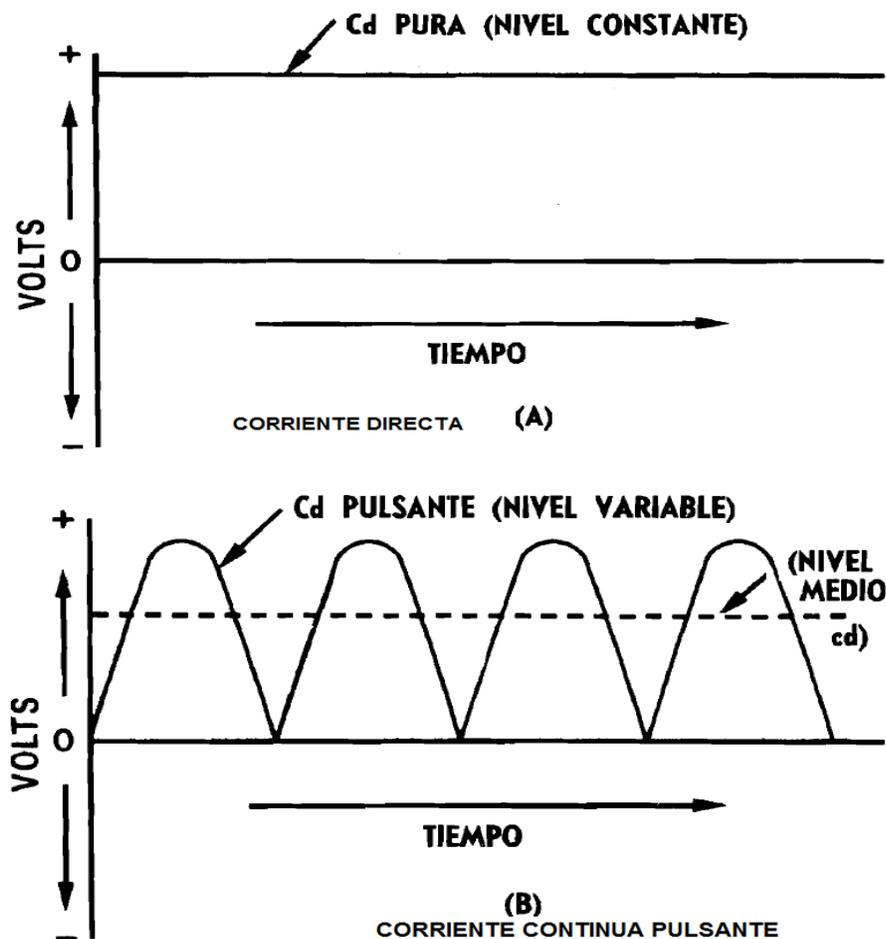

Fig. 24-1
Se puede representar gráficamente. Una CD pura y una CD pulsante. Observe la Fig. 241 (A). En ella se muestra la forma de onda de la CD pura. Una CD pulsante está representada en la Fig. 24-1 (B). Nótese que la corriente se inicia en cero, se eleva a un valor máximo y disminuye a cero, se eleva nuevamente, etc. A pesar de la variación regular en amplitud, la corriente sigue fluyendo solo en una dirección con respecto a la referencia cero.